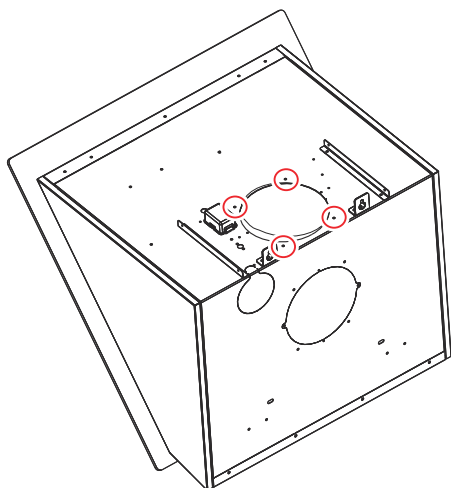

Fig. 7: Løsn motorens skruer
1. ➔ Løsn motorens skruer (Fig. 7).